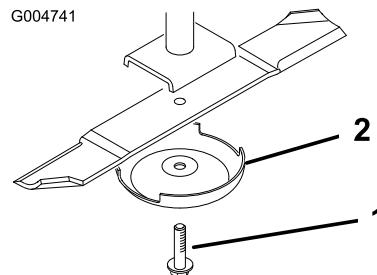

Figura 85
2. Afferrate l'estremità della lama con un cencio o un guanto bene imbottito. Togliete il bullone, la coppa antistrappo e la lama dall'asse del fusello (Figura 85).